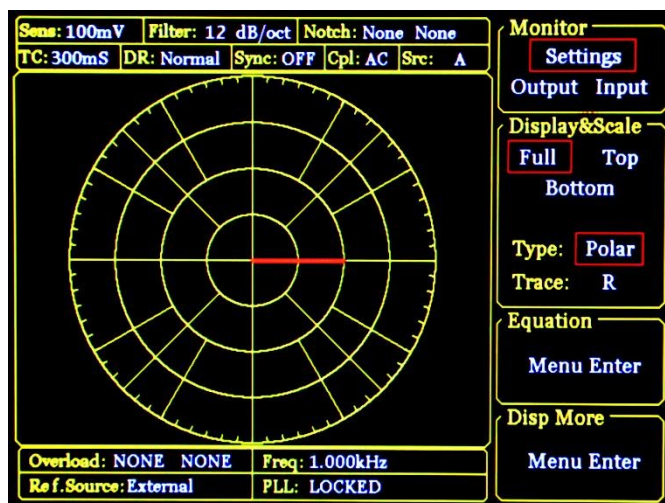

图26. <Full>-<Polar>显示
1)<Polar>：极坐标图，图形指针可根据实际的<R>值改变长度，根据值< θ >来绘制指针的角度，其中还能查看到<X>、<Y>值的大小，十分方便直观。如图 26 所示。